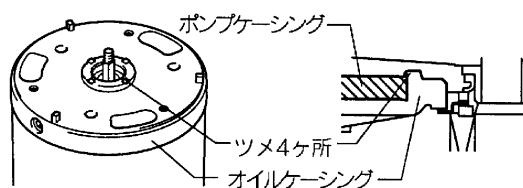

図2
- (3) ポンプケーシングの取り付けの際は、しっかりと当たり面まで押し込んでください。また図2のようにオイルケーシングの内側のインロー部には4ヶ所ツメがありますので、そのツメにしっかりとかかるまで押し込んでください。